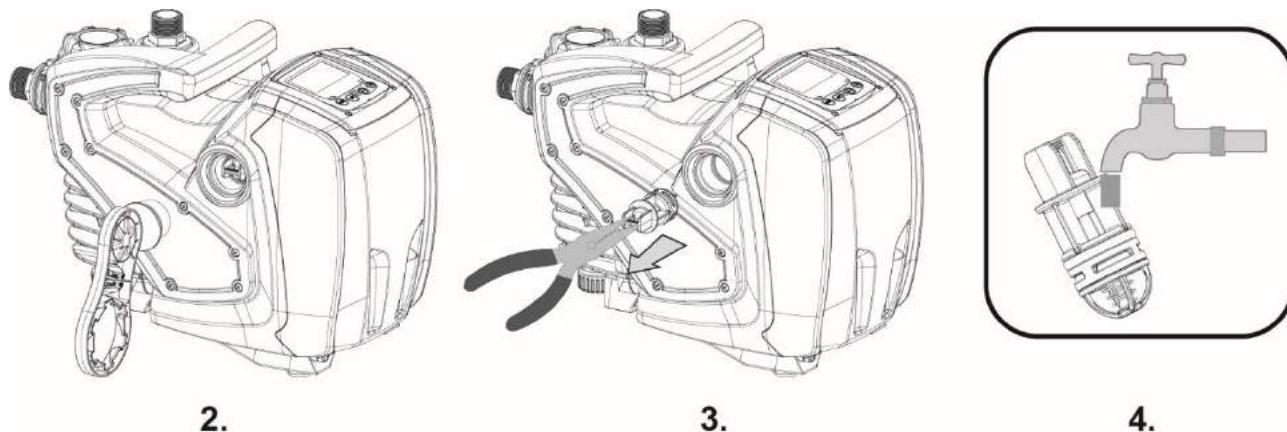

Fig. 8
2. Bruk et skrujern eller det bestemte verktøyet for å ta av luftepluggen for tilgang til tilbakeslagsventilen (fig. 8).
3. Bruk en tang og trekk ut tilbakeslagsventilens patron, uten å rotere den. Bruk den bestemte broen som feste (fig. 8). Oppgaven kan kreve en viss kraft.
5. Sett patronen inn på plass igjen. Det krever litt kraft, fordi to O-ringer må klemmes sammen (fig. 8).
6. Skru fast luftpuggen helt til den klikker på plass. Hvis patronen ikke er skjøvet helt på plass, vil det skje når puggen skrues fast (fig. 8).